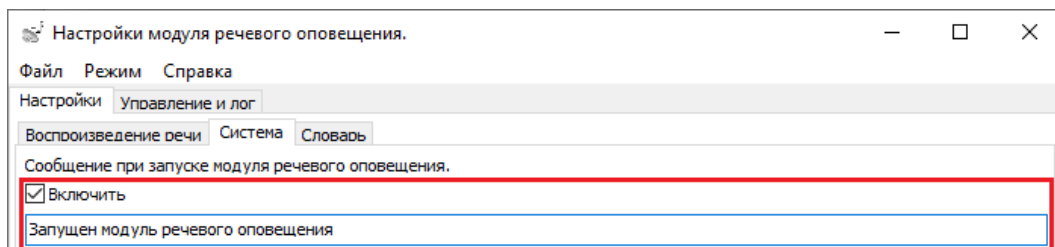

Рисунок 8-190 Включение воспроизведение сообщения при запуске модуля речевого оповещения
- для включения воспроизведения сообщения при запуске модуля речевого оповещения (т.е. сразу после перехода модуля речевого оповещения в штатный режим работы) установите флаг слева от свойства «Включить», после чего станет активным поле ввода текста сообщения. Введите в это поле текст (по умолчанию текст отсутствует), который необходимо воспроизводить при запуске модуля речевого оповещения (см. Рисунок 8-190);